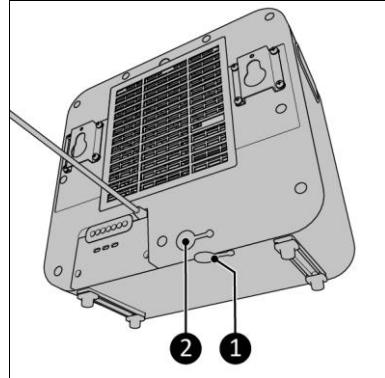

Figure 17
- Assurez-vous que les deux bouchons d'arrêt d'eau se trouvent bien dans le réservoir de l'unité intérieure (figure 17, pos. 1 et 2).